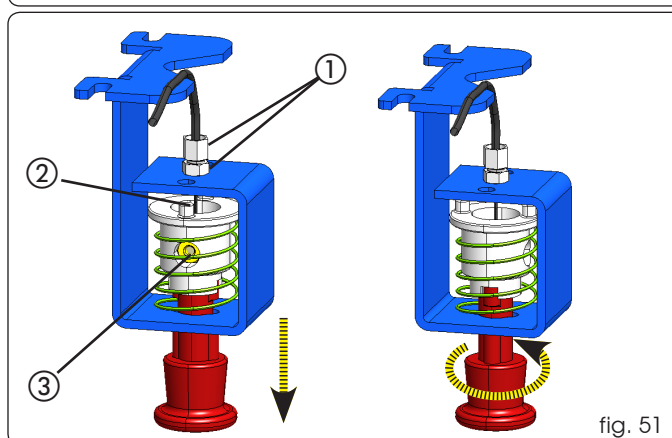

fig. 51
- Draai de stelschroef met de bijbehorende borgmoer aan, zoals aangegeven in fig. 51 ref. ①.
- Steek de staalkabel in de stelschroef; haal hem door de ontgrendelvoorziening (fig. 51 ref. ②).
- Zet de staalkabel vast met de speciale klem en draai de schroef vast (fig. 51 ref. ③).
- Blokkeer de knop door eraan te trekken en hem 90° te draaien, en controleer of hij niet in de oorspronkelijke stand terugschiet (fig. 51).
- Als de voorziening moet worden afgesteld, draai dan aan de stelschroef op de beugel van de knop (fig. 51 ref. ①).